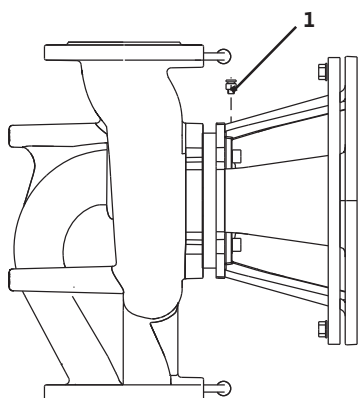

Fig. 40: Ilmausventtiili
- Ilmaa pumput avaamalla ilmausventtiilit (Fig. 40, kohta 1). Kuivakäynti rikkoo pumpun liukurengastiivisteeseen. Paine-eroanturia ei saa ilmata (rikkoutumisen vaara).